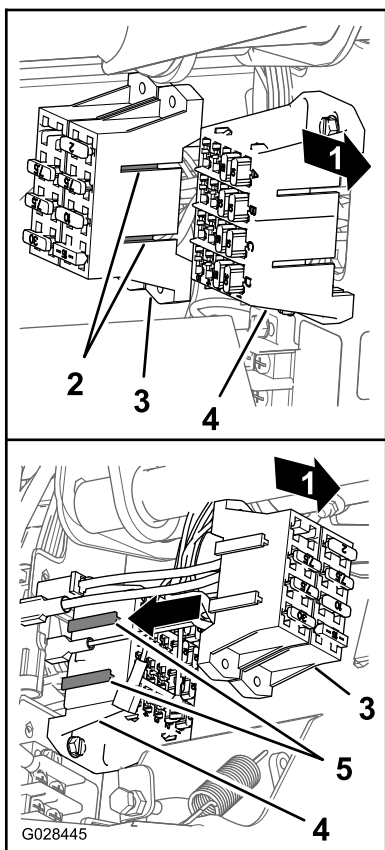

Figura 26
4. Alinee los conectores en T del bloque de fusibles del fumigador con las ranuras en T del bloque de fusibles de la máquina, y deslice el bloque de fusibles del fumigador en las ranuras hasta que el bloque de fusibles esté totalmente asentado (Figura 26).